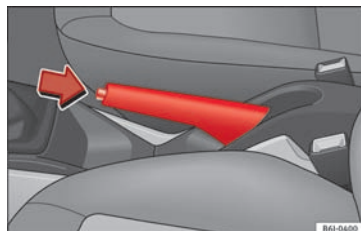

Fig. 169 Håndbremse mellem forsæderne
- Træk håndbremsearmen fast opad »» Fig. 169.
- Træk håndbremsearmen et stykke opad, tryk låseknappen i pilens retning »» Fig. 169, og før håndbremsearmen helt ned»» △.